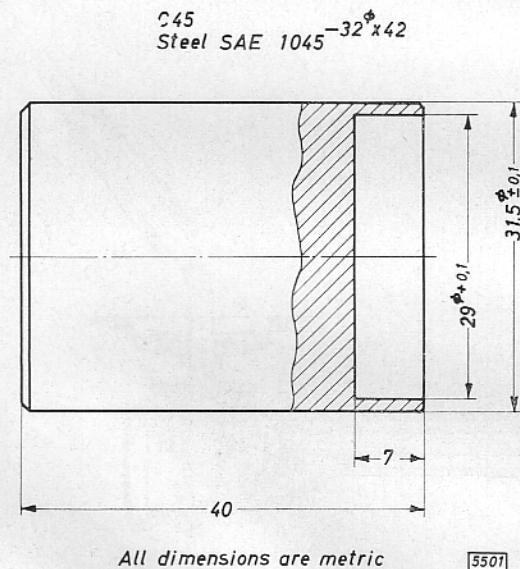

Bild B 13 - Skizze zur Anfertigung des Drucklagerführung-Dichtring-Einpreßstückes
13. Neuen Dichtring in Drucklagerführung unter der Presse bis zum Anschlag gleichmäßig einpressen. Hierzu ist ein Dichtring-Einpreßstück nach den Maßen in Bild B 13 in eigener Werkstatt anzufertigen.